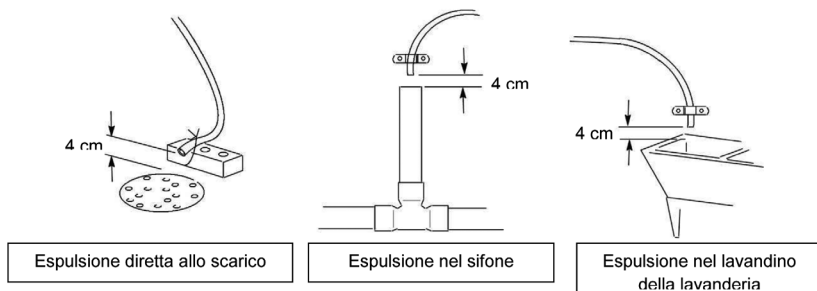

Figura 7 - Posizionamenti dello scarico ammessi
2. Posizionare il terminale di scarico come illustrato in uno dei modi ammessi in Figura 7 avendo sempre cura di mantenere almeno 4 cm di aria tra la fine del tubo e lo scarico.